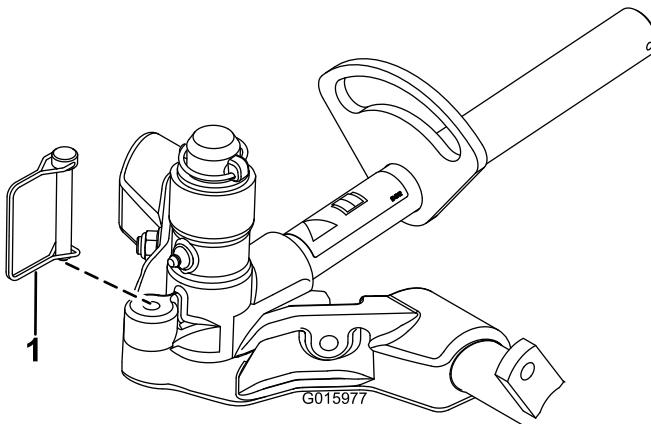

Figura 17
- Para bloquear (inmovilizar) la dirección de las unidades de corte, sujeté la horquilla de pivote al bastidor de tiro con el pasador de seguridad (Figura 17).